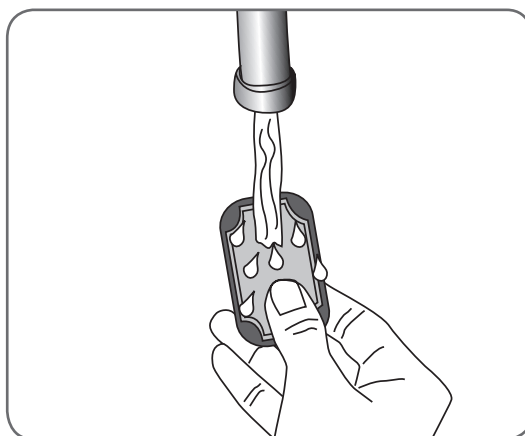

Figure 6-21 : Humidification des électrodes en tissu.
2. Humidifiez les électrodes en tissu de façon minutieuse et uniforme. Reportez-vous à la Figure 6-21.